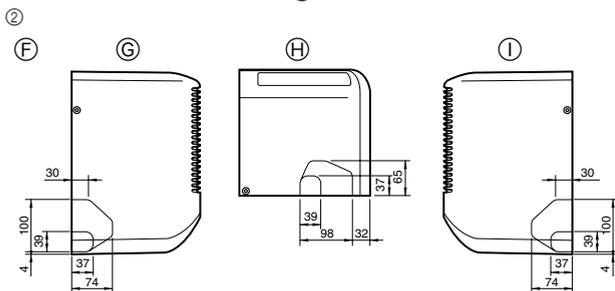

Fig. 4-3
- 2) Determine la posición de los agujeros ciegos en la unidad (Fig. 4-3)